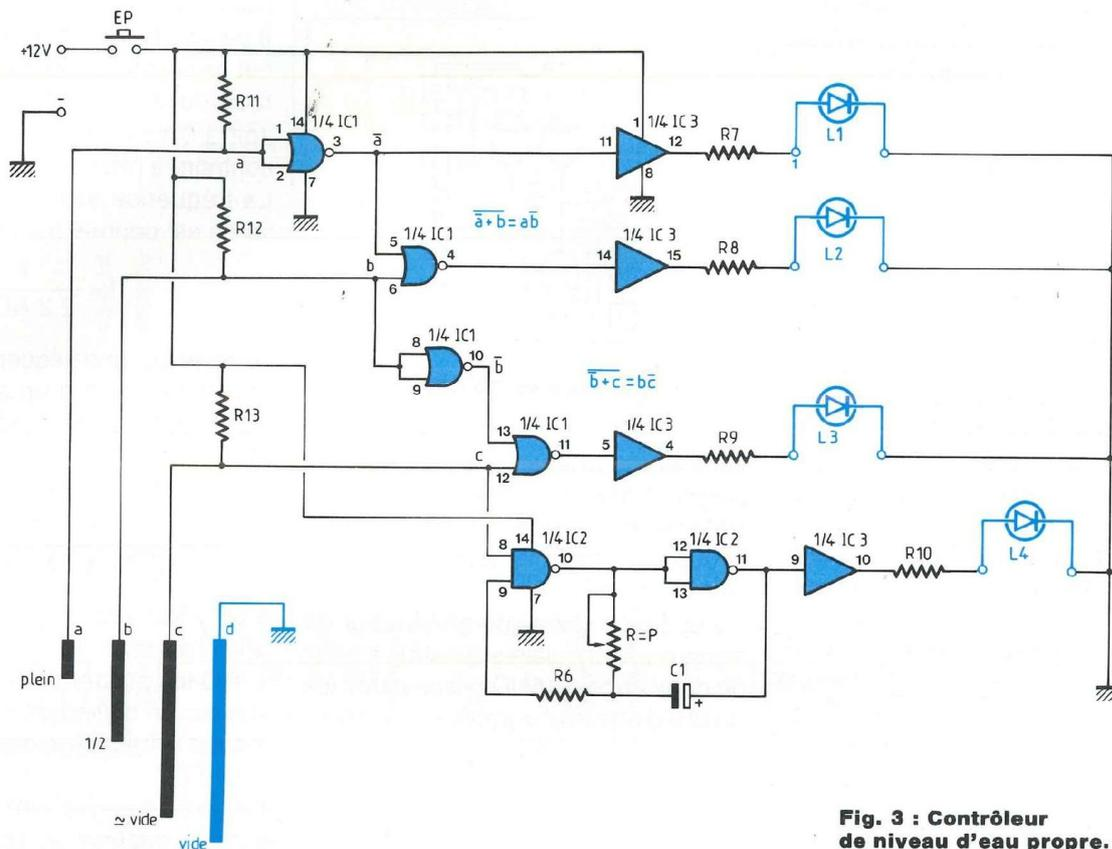

Fig. 3 : Contrôleur de niveau d'eau propre.
R12, R13 développent un niveau 1 à l'entrée des portes ;  $C = 1$  provoquant aussi la mise en marche de l'oscillateur. La figure 3 donne le schéma de principe qui est la synthèse de ce qui a été étudié précédemment. Le test eau propre s'effectue en appuyant sur le bouton poussoir (EP) qui applique la tension d'alimentation sur le montage. **CONTROLEUR DE NIVEAU DES EAUX USEES**